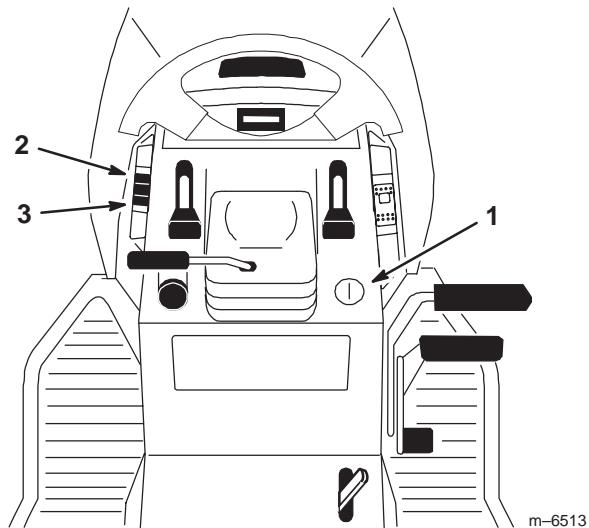

Figure 20
Ce mécanisme (Fig. 20) permet de relever et d'abaisser les accessoires.
1. Tournez la clé de contact en position de contact établi (on) ou de marche (run) (Fig. 20).
2. Poussez le levier de commande d'accessoire vers le haut pour éléver la commande d'accessoire (Fig. 20). Cela a pour effet de relever l'accessoire et de le maintenir dans cette position.
2. Poussez le levier de commande d'accessoire vers le bas pour abaisser la commande d'accessoire (Fig. 20). Cela a pour effet d'abaisser l'accessoire.